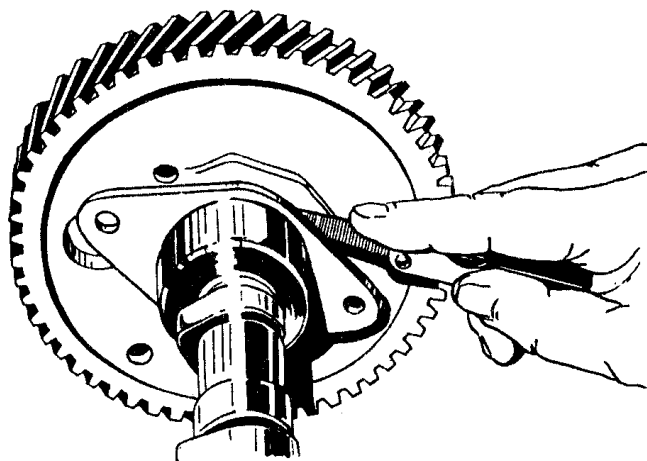

Рис.94. Проверка осевого зазора распределительного вала
- с помощью щупа, введенного между упорным фланцем и ступицей шестерни распределительного вала, измерить осевой зазор распределительного вала (рис.94). Зазор должен быть 0,08...0,26 мм.